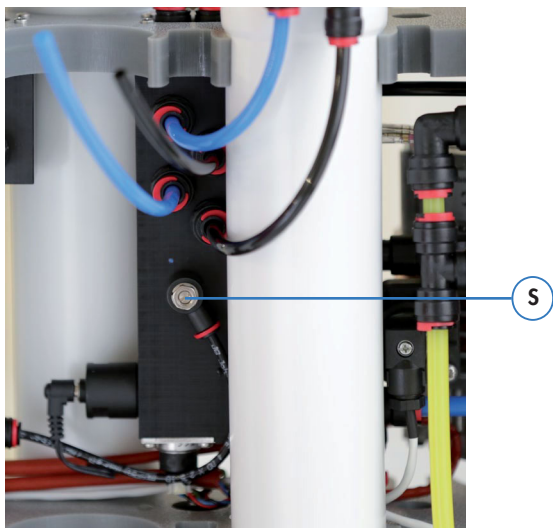

Abb. 9: Einstellschraube (S) für definierte Verschneidung
Mittels dem integriertem Verschneideventil lässt sich die Permeatleitfähigkeit durch Zumischen von Speisewasser erhöhen. Ob eine Verschneidung notwendig wird hängt von der Endverwendung ab. Die Einstellschraube (S) befindet sich im Geräteinneren, siehe Abb. 9, die Einstellung kann dann mit einem Flanschschraubendreher verändert werden. Der gewünschte Leitwert (Sollwert) kann am Display abgelesen werden.